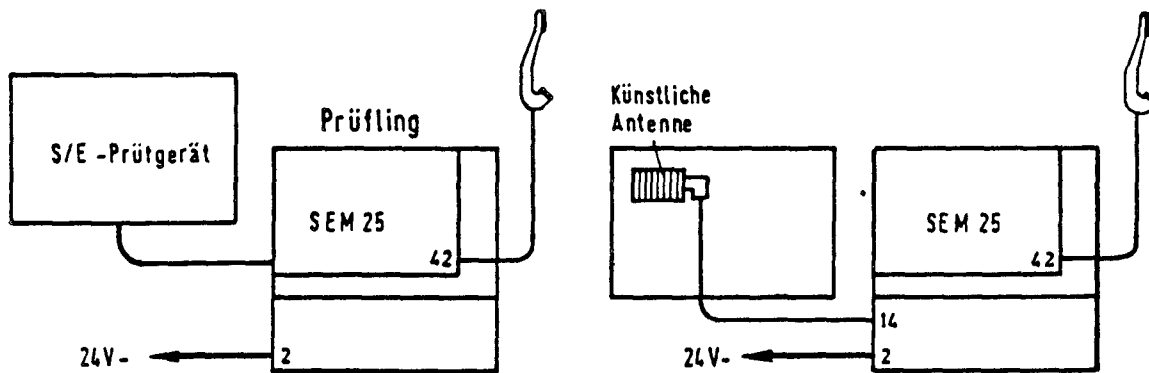

Bild 22 Prüfaufbau
4.3.5. Überprüfen der Rauschsperrre mit einem zweiten SE-Gerät (Bild 22)